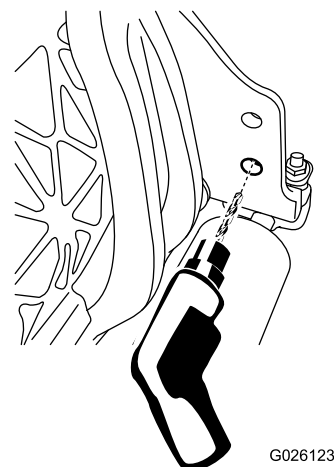

図 14
1. カッティングユニット右側の下穴を、9mm のドリルで拡大する 図 14。